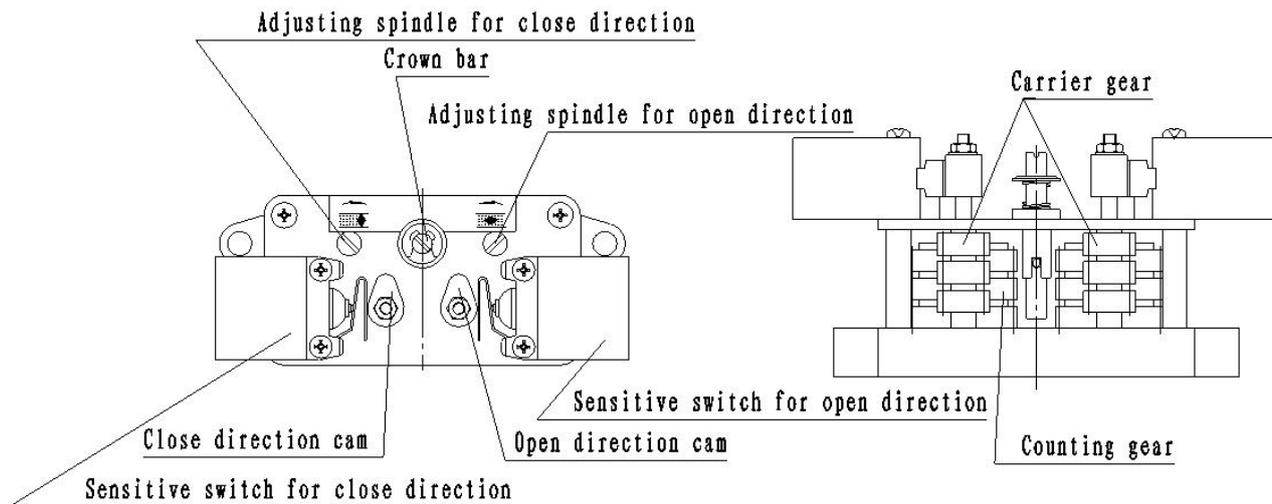

Рисунок 6
6.2 настройка контроллера движения (см. рисунок 6)